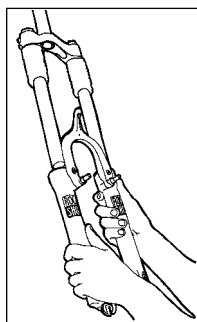

Abb. 5
7. Ziehen Sie die einteilige untere Rohreinheit ab (siehe Abb. 5) Entfernen Sie die Gabelboots.